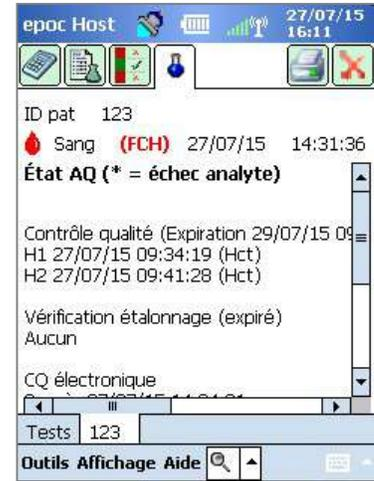

Fig. 46.
- c. Accédez au quatrième onglet (Fig. 46) afin d'afficher l'état AQ lors de l'exécution du test.